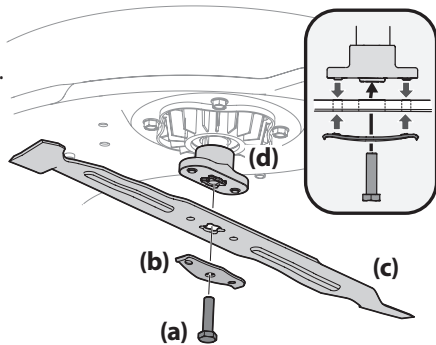

Figura 24
3. Aque el perno (a) y el soporte de campana de la cuchilla (b) que sostienen la cuchilla (c) y el adaptador (d) al motor de la plataforma. Consulte la Figura 24.
4. Extraiga la cuchilla (c) y el adaptador (d) del husillo del motor de la plataforma. Consulte la Figura 24.